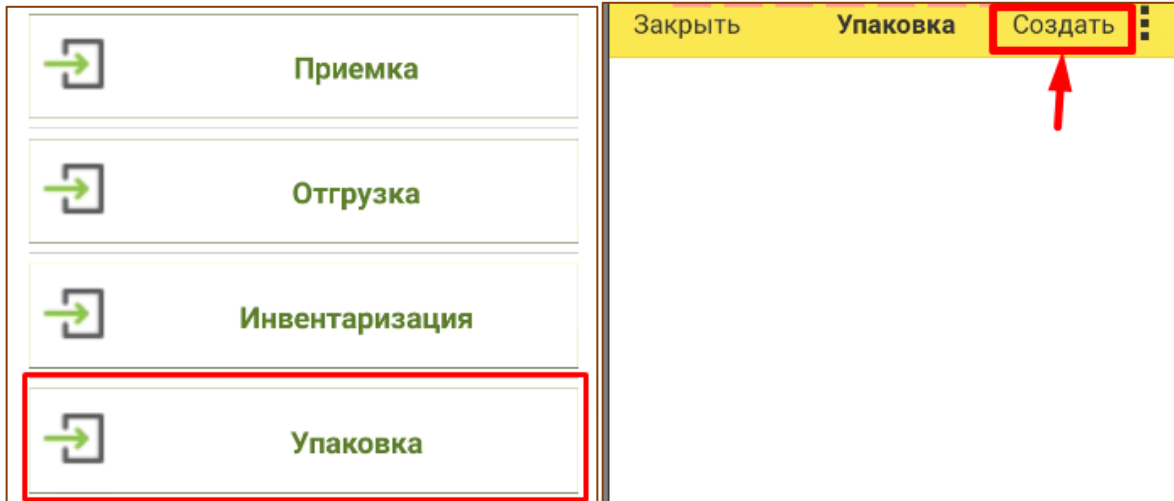

Рис. 7.1 - Создание документа "Упаковка"
1. На терминале выбрать соответствующий раздел и нажать «Создать» (Рис. 7.1);